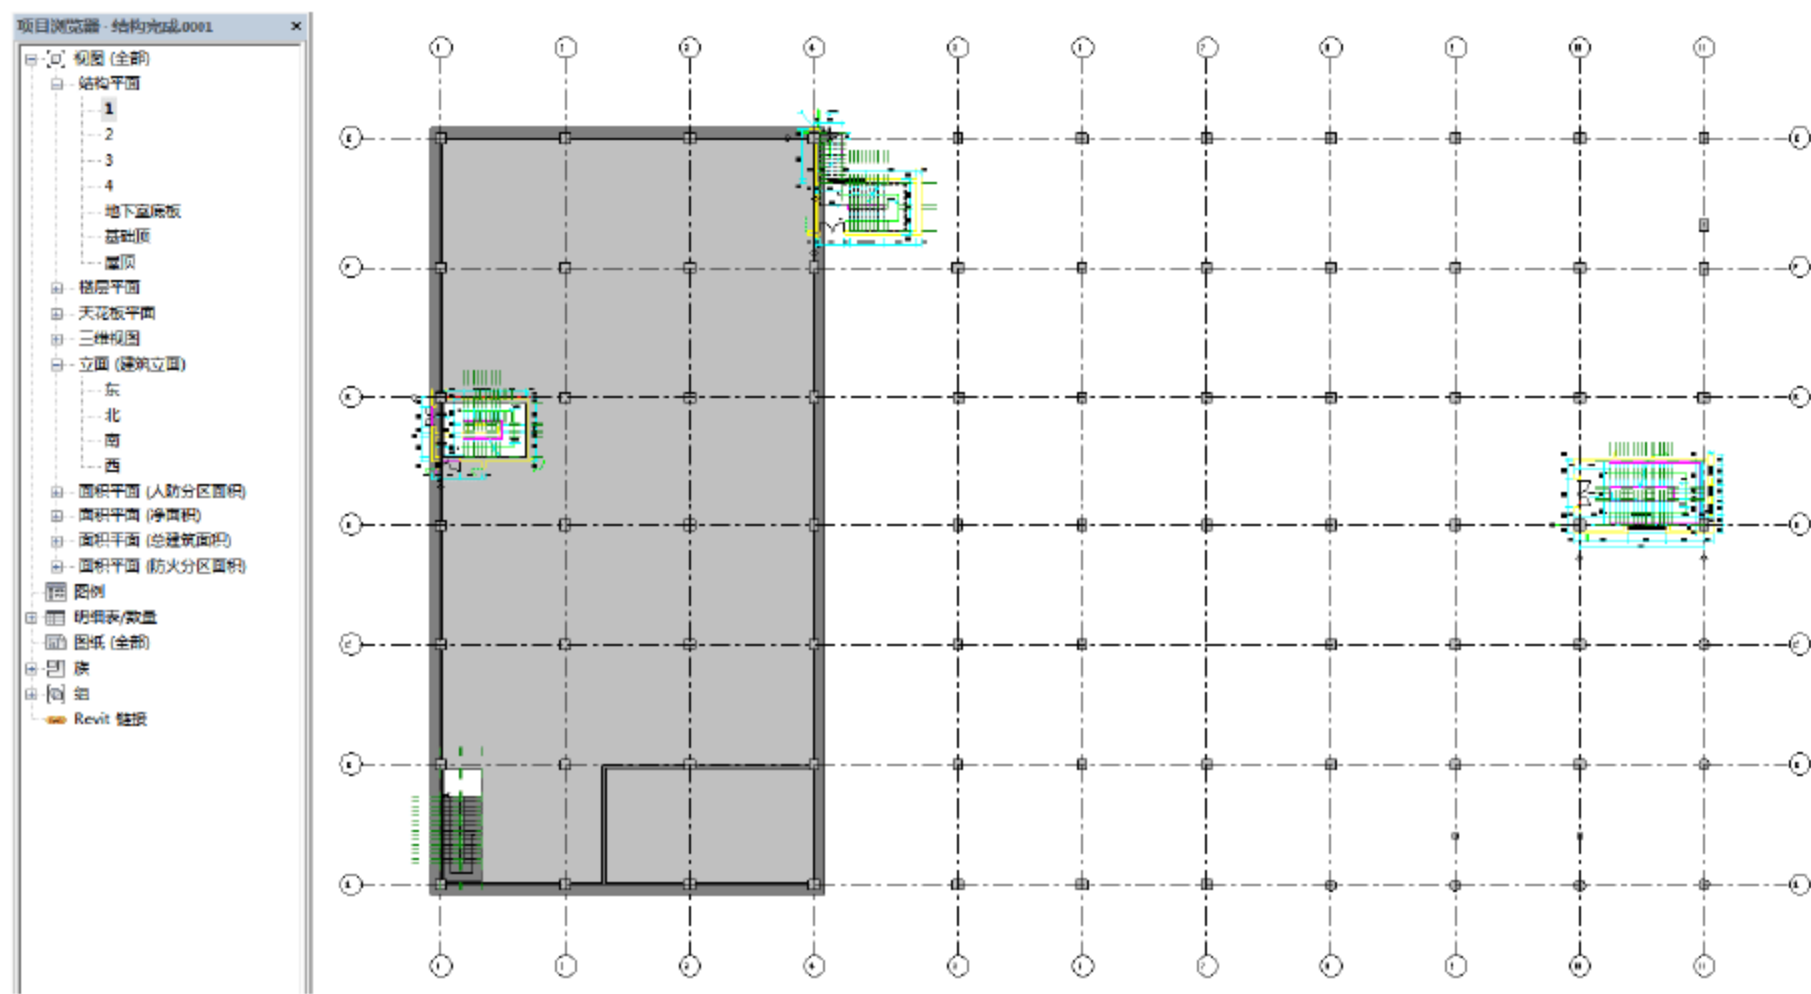

图 11.2.63 进入首层平面
(1) 进入首层平面。在“项目浏览器”面板中，选择“视图（全部）”→“结构平面”→“1”选项，即可进入一层平面视图，如图 11.2.63 所示。